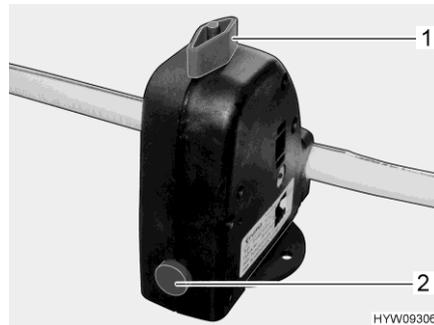

Fig. 117 Valve de sécurité et de vidange (chauffe-eau)
Le chauffe-eau est équipé d'une valve de sécurité et de vidange (Fig. 117). La valve de sécurité et de vidange empêche que l'eau ne gèle dans le chauffe-eau lorsque le chauffage n'est pas allumé en cas de gel.
- Fermer la valve de sécurité et de vidange. Tourner pour cela le bouton rotatif (Fig. 117,1) dans le sens transversal par rapport à la valve de sécurité et de vidange et enfoncer le bouton-poussoir (Fig. 117,2).
- Ouvrir la valve de sécurité et de vidange. Tourner le bouton rotatif (Fig. 117,1) dans le sens longitudinal par rapport à la valve de sécurité et de vidange. Le bouton-poussoir (Fig. 117,2) ressort. Le chauffe-eau est vidé à l'extérieur par le biais de la valve de sécurité et de vidange.